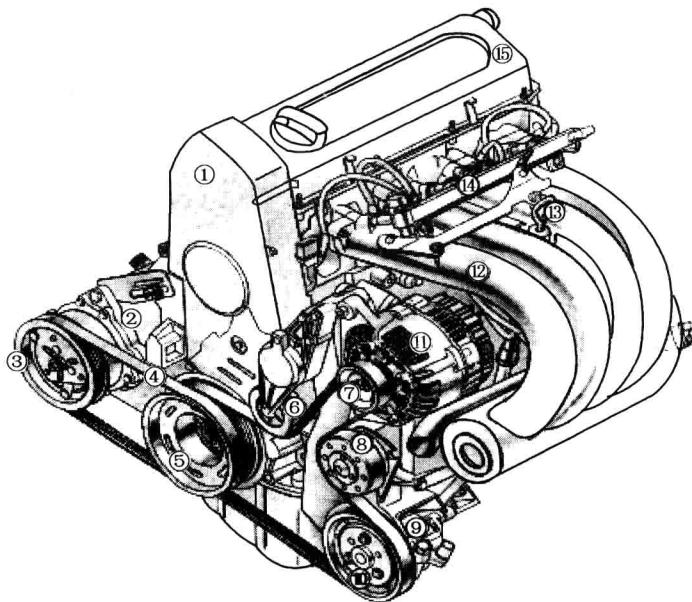
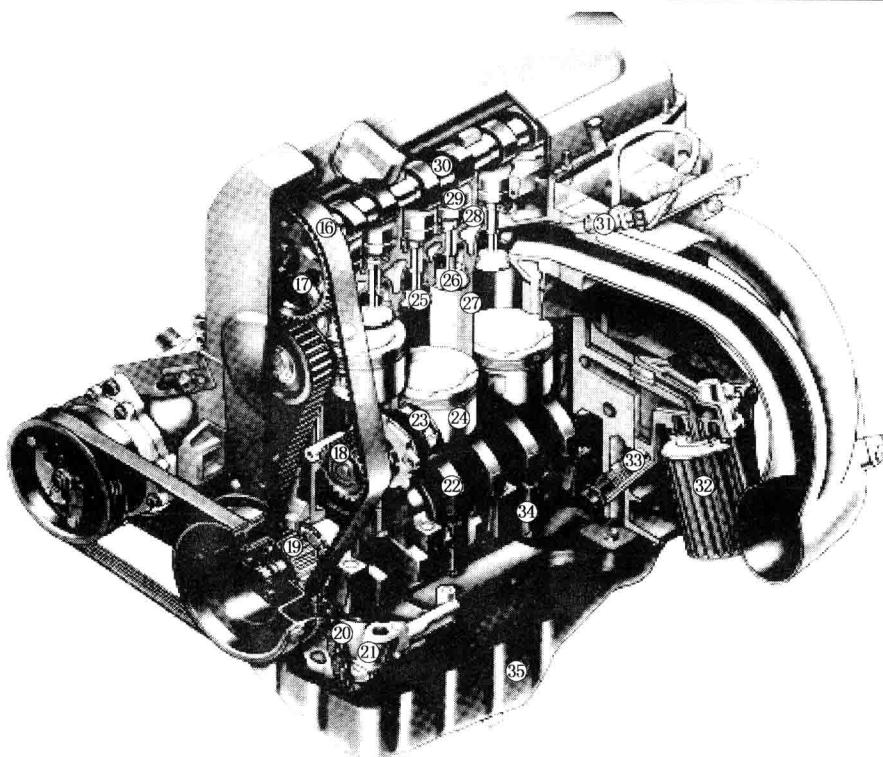
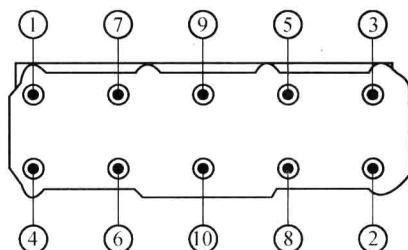

图 1-3 桑塔纳 2000GSi 发动机
图 1-4 桑塔纳 2000GSi 轿车发动机剖视图
图 1-7 汽缸盖螺钉拆卸顺序
发动机外部零部件拆卸如图 1-3 所示。
- (1) 旋松正时齿形带护罩 1 (图 1-3) 的固定螺钉，拆卸正时齿形带护罩，观察凸轮轴正时齿形带轮 17 (图 1-4) 的记号，以备以后正确安装。
- (2) 旋松汽缸罩盖 15 (图 1-3) 的固定螺钉，拆卸汽缸罩盖。
(1) 按图 1-7 数字所示的顺序从外到内拆下汽缸盖 28 (图 1-4) 的固定螺钉，抬下汽缸盖。
- (2) 取下汽缸垫，注意汽缸垫的安装朝向。
- (3) 旋松油底壳的放油螺钉，放出油底壳内机油。
- (4) 翻转发动机，拆卸油底壳紧固螺钉（注意螺钉也应从两端向中间旋松），拆下油底壳和油底壳密封垫。
- (5) 旋松机油滤清器的固定螺钉，拆卸机油滤清器、机油泵链轮和机油泵 21（图 1-4）。
- (1) 转动图 1-4 中的曲轴 22，使发动机 1、4 缸活塞处于下止点。